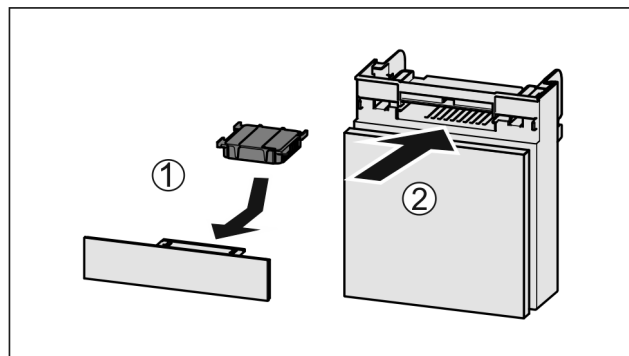

Fig. 72
- ▶ Sätt in *Fig. 72 (1)* aktivtkolfiltret enligt bilden.
- ▶ Skjut in *Fig. 72 (2)* lådan.